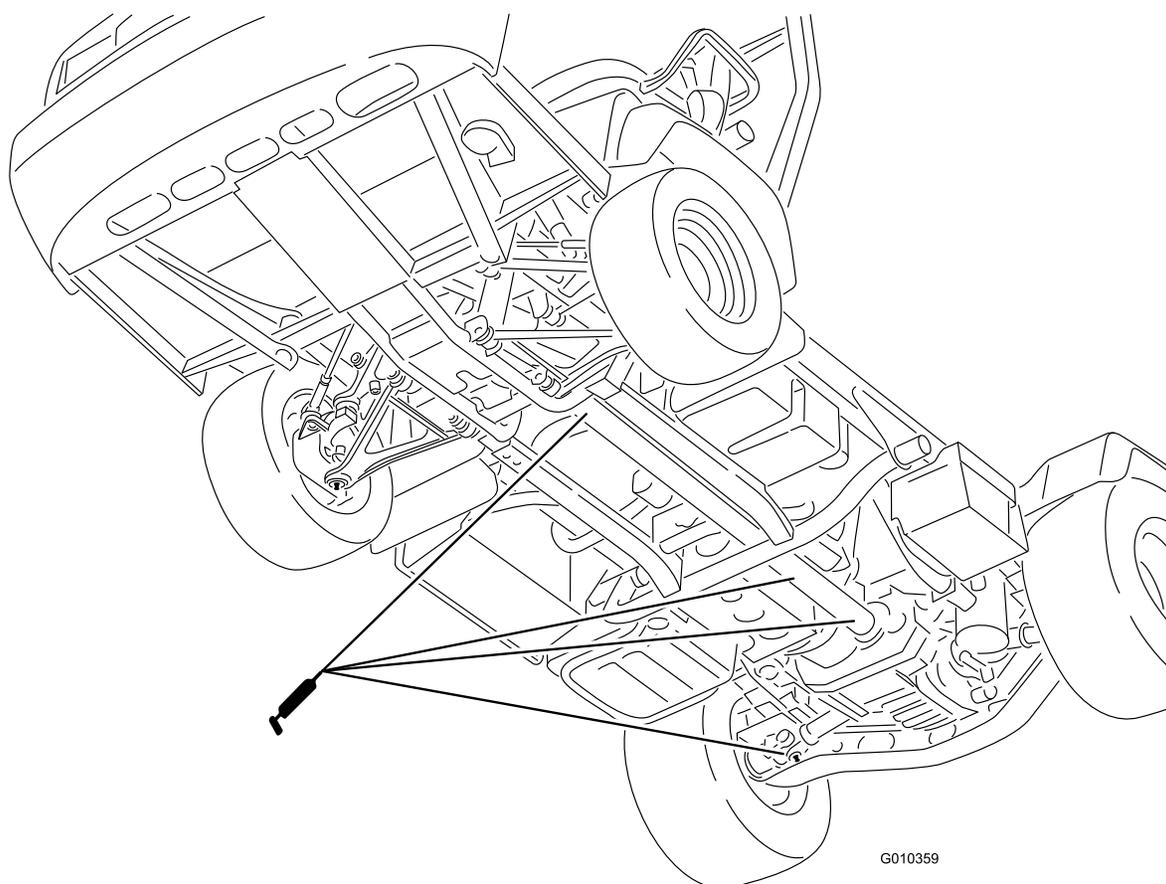

Figura 39
- Junta em U (18) e veio de tracção às 4 rodas (3) (Figura 39)